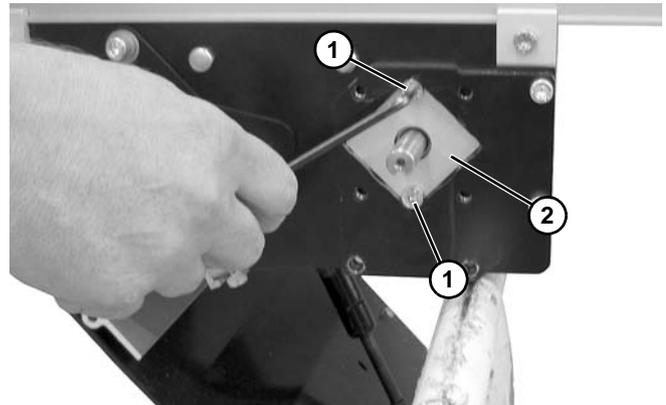
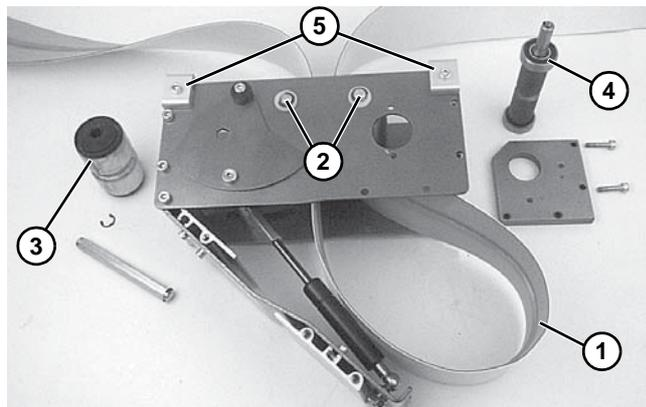

Figure 39
Figure 51
1. Retirer les vis (**Figure 39, élément 1**) puis le bloc de roulement de la broche (**Figure 39, élément 2**).
2. Placer la boucle de la bande (Figure 51, élément 1) dans le module d'entraînement entre les poulies de renvoi supérieures (Figure 51, élément 2).
3. Placer la poulie de renvoi rainurée (Figure 51, élément 3) dans la boucle de la bande et l'installer dans le module d'entraînement. Voir « Dépose de la bande du module d'entraînement » à partir de la page 20 et inverser l'étape 3.
4. Placer la poulie d'entraînement (Figure 51, élément 4) dans la boucle de la bande et l'installer dans le module d'entraînement. Voir « Dépose de la bande du module d'entraînement » à partir de la page 20 et inverser les étapes 1 et 2. Serrer les vis (Figure 39, élément 1) au couple de 6,8 N.m.
5. Installer le module d'entraînement sur le convoyeur et fixer les attaches (Figure 51, élément 5) sur chaque coin. Serrer les vis au couple de 6,8 N.m.